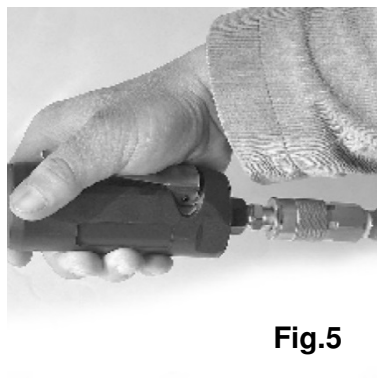

Fig.5
- 1.6. Die Drosselhebelarretierung nach vorne schieben und auf dem Drosselhebel nach unten drücken. Je nachdem, wie weit der Drosselhebel nach unten gedrückt wird, bestimmt dies die Werkzeugdrehzahl. Danach wird das Werkzeug in Betrieb gesetzt (Abb.5).